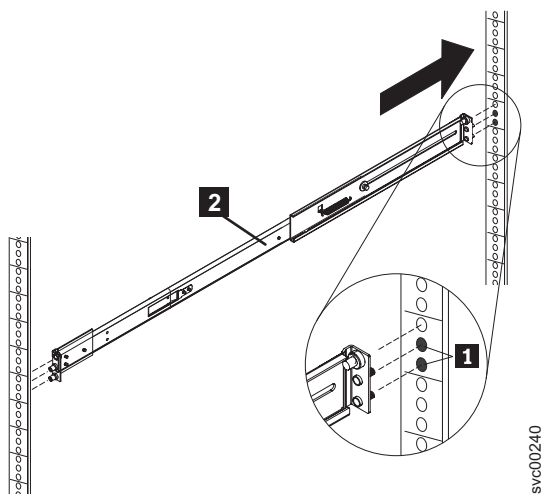

図 38. 右方スライド・レールの背面ラック・マウント・フランジへの挿入
3. 図 38 に示すように、レール・ピン **1** が背面ラック・マウント・フランジを通して突き出るようにして、右方スライド・レール **2** をフランジに挿入します。